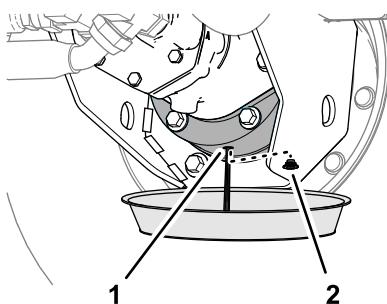

Figure 88
6. Placez un bac de vidange sous le carter de frein, enlevez le bouchon de vidange et vidangez toute l'huile (Figure 88).